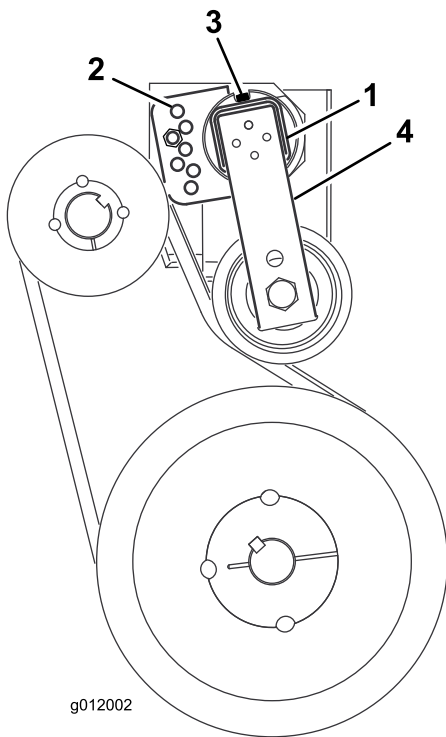

**Figura 13**
1. Retire los tornillos, las arandelas y las tuercas que fijan el protector de la correa a la carcasa del soplador (Figura 13).
2. Retire el protector de la correa (Figura 13).